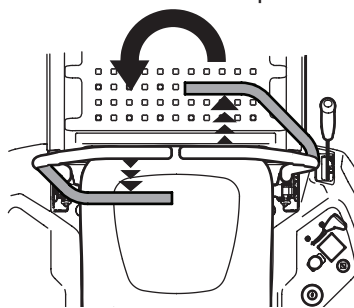

Figura 35
- Para girar en sentido contrario a las agujas del reloj, mueva la palanca de control de la transmisión derecha hacia adelante mientras mueve simultáneamente la palanca de control de la transmisión izquierda hacia atrás (Figura 35).